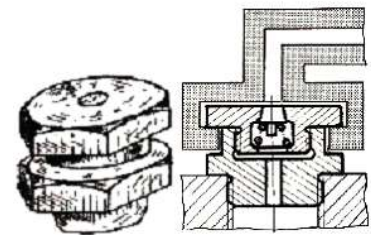

Figure 7
- **Graisseurs six-pans** : (Voir la figure 7)